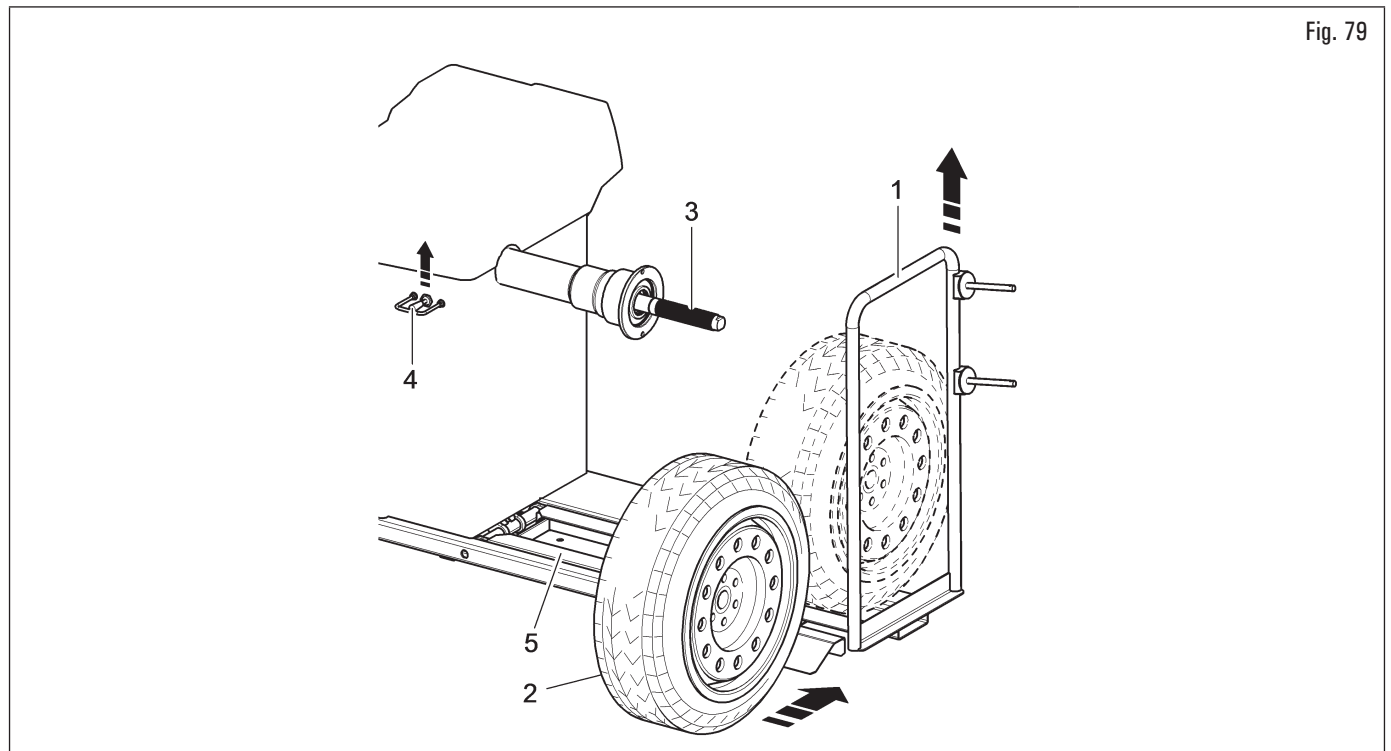

Fig. 79
1. Desplazar hacia derecha el soporte de la rueda (Fig. 79 ref. 1);
2. quitar de la rueda (Fig. 79 ref. 2) toda clase de cuerpos extraños: pesos ya existentes, piedrecillas y barro. Antes de montar y fijar la rueda en el mandril; controlar que este último (Fig. 79 ref. 3) y la zona de centrado de la llanta estén limpios;
3. posicionar la rueda (Fig. 79 ref. 2) en el soporte de la rueda (Fig. 79 ref. 1) con el lado interior de la llanta hacia la equilibradora. Accionar el mando del elevador (Fig. 79 ref. 4) mantenerlo levantado, y hacer subir la plataforma (Fig. 79 ref. 5);
4. desplazar el soporte de la rueda hacia la izquierda (Fig. 79 ref. 1) y, al mismo tiempo, centrar la rueda en el eje con el mínimo esfuerzo, independientemente de su peso;